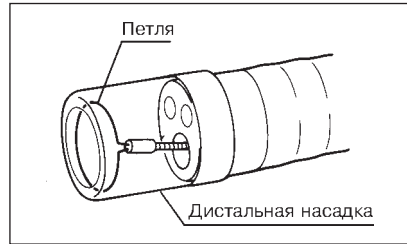

Рис. 16.
- (1) Прижмите дистальную насадку к ткани полого органа пациента.
- (2) Продвиньте спиральную (проволочную) оболочку вперёд и откройте петлю внутри дистальной насадки.
- (3) Прижмите петлю к отверстию на конце дистальной насадки (см. рис. 16).
- (4) Измените угол отклонения дистального конца эндоскопа и/или продвините дистальную часть дистальной насадки на нужное расстояние.